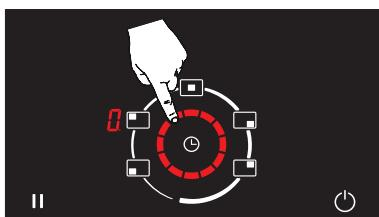

Figure 10
2. Après avoir sélectionné la zone de cuisson concernée, il est possible de l'éteindre en réglant la température de la zone de cuisson au niveau souhaité à l'aide du contrôle tactile à glissière rotative. (Voir Fig. 10)